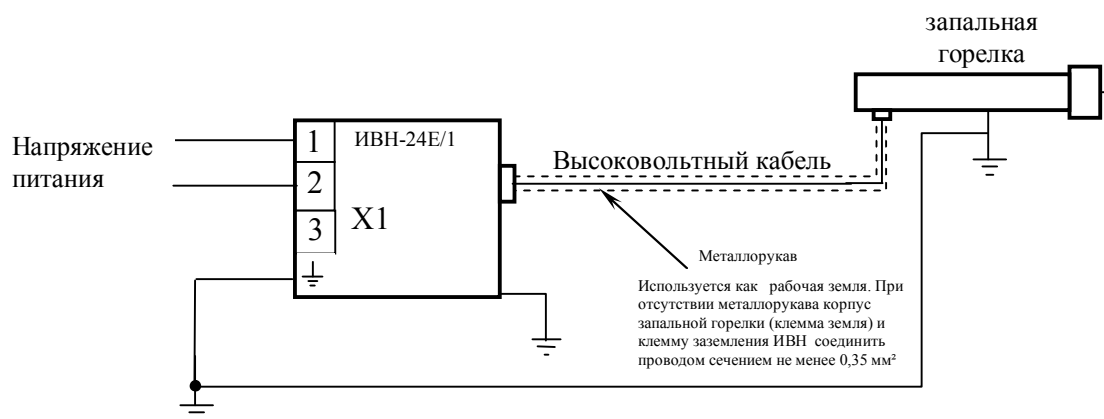

Рис. 2. Схема подключения ИВН-24Е/1.
5.3. Присоединить питающие провода (сечением не менее 0,35мм²) к разъему Х1 согласно схеме подключения (рис. 2), корпус заземлить.